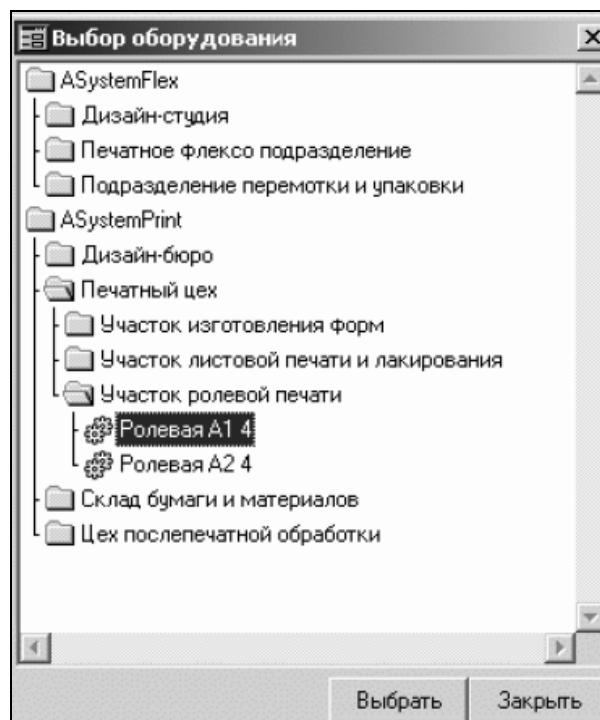

Рис. 3.4. Вікно для зміни обладнання
2) **зміна обладнання**. Для зміни обладнання для конкретної операції необхідно або перетягнути операцію на інше обладнання або обрати потрібне обладнання з переліку, що викликається за допомогою меню "Змінити обладнання для виділеної операції" (рис. 3.4).